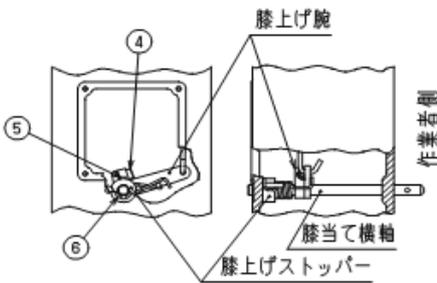

Fig.16
膝上げ腕締めねじ④(1ヶ所)、膝上げストッパー止めねじ⑤(1ヶ所)を緩めます。(Fig.16)
膝当て横軸の端部に付いているEリング⑥(1ヶ所)を外し、膝当て横軸を作業側に抜きます。この時、膝上げ腕、膝上げストッパー、膝上げばねが落ちないように、手で支えながら行ってください。(Fig.16)